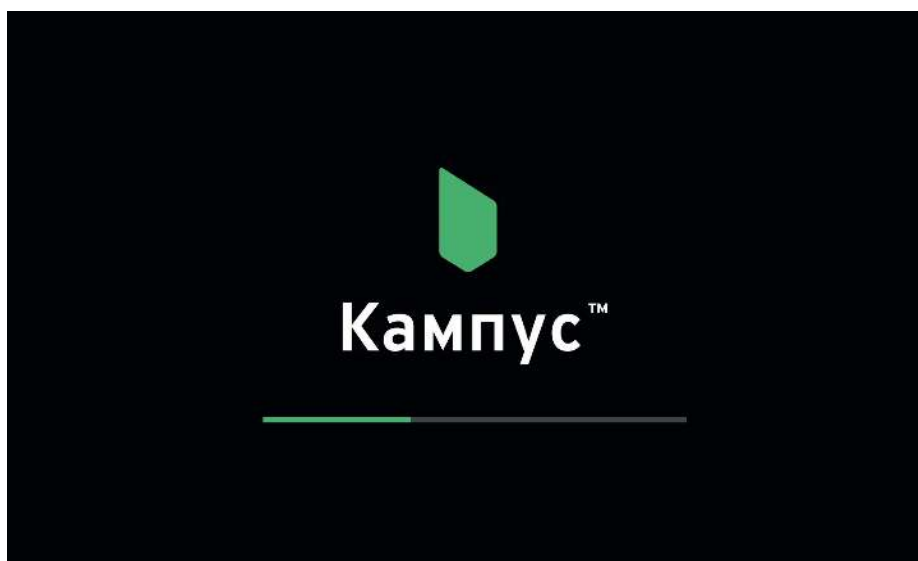

Рисунок 24. Экран загрузки ПО
2. Нажмите кнопку на адаптере питания в розетке прикуривателя — начнется загрузка ПО навигатора (см. Рисунок 24).